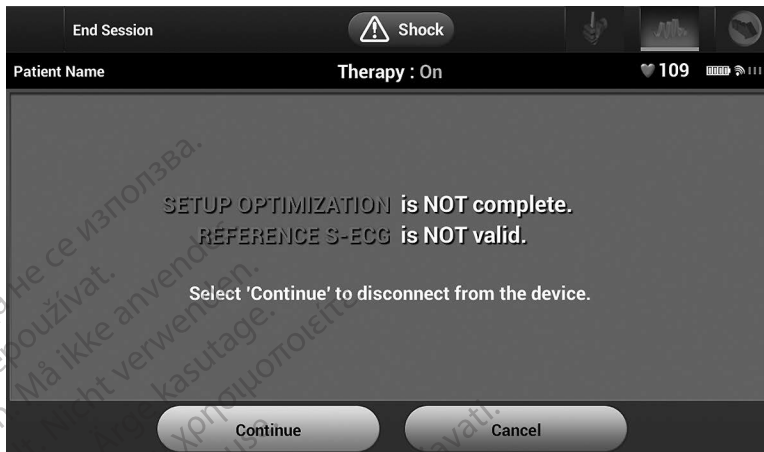

Figura 9: Mesaj sesiune incompletă
3. Vor fi afișate mesaje de avertizare pentru utilizator (Figura 9 la pagina 40) dacă există oricare dintre următoarele condiții: